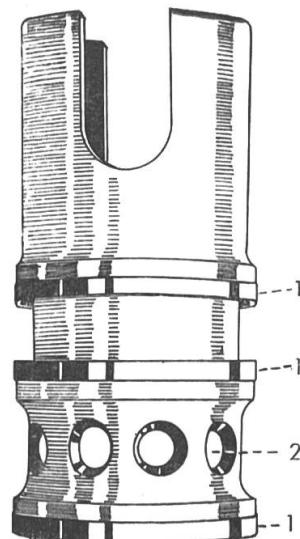

Fig. 80
Fig. 80: «Boite humide» d'un moteur Junker à pistons opposés. Etant donné la construction spéciale de ce moteur, cette pièce en forme une partie très intéressante. Les surfaces de joint (1) sont détalonnées, de sorte qu'elles font un peu ressort. 2 = Fentes à eau de refroidissement, 3 = Fentes à échappement, 4 = Alésage pour gicleur de carburant.